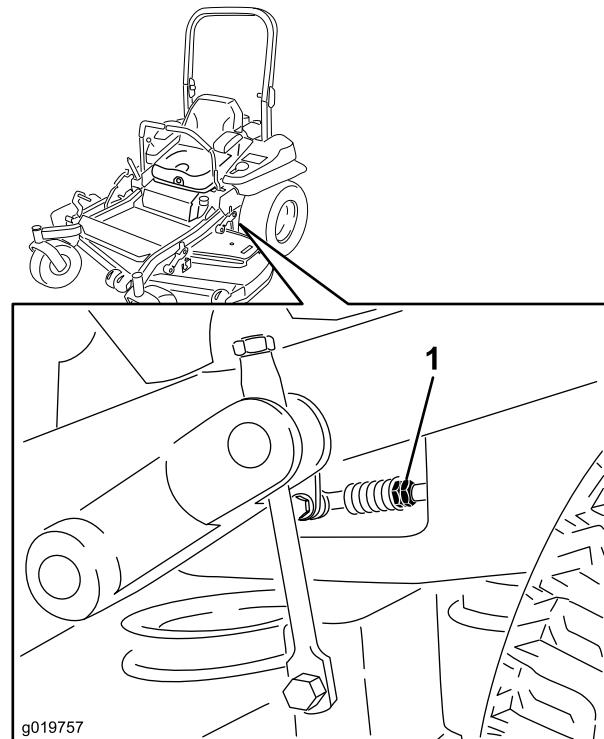

Figura 79
- Portate le leve di controllo del movimento in posizione di folle. Regolate la lunghezza dell'asta di controllo della pompa facendo girare nella direzione opportuna i due dadi sull'asta, finché le ruote si spostano leggermente indietro (Figura 79). Spostate le leve di controllo del movimento in posizione di retromarcia e applicate una leggera pressione alla leva per consentire alle molle dell'indicatore di retromarcia di riportare le leve in folle. Le ruote non devono più girare o spostarsi leggermente indietro.